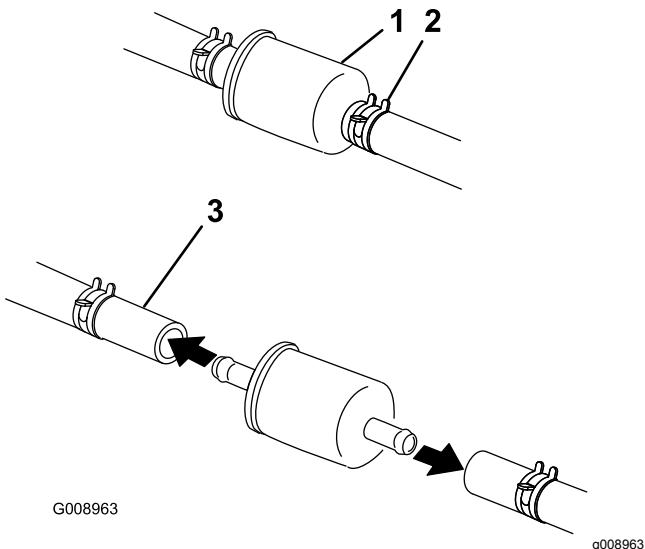

Figura 50
5. Cierre la válvula de cierre de combustible, situada debajo del asiento (Figura 50).
6. Apriete los extremos de las abrazaderas y deslícelas por el tubo alejándolas del filtro (Figura 50).
8. Instale un filtro nuevo y acerque las abrazaderas al filtro (Figura 50).